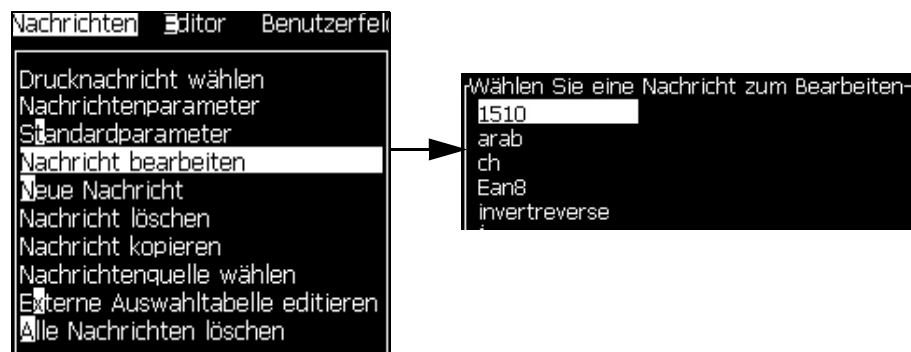

Abbildung 5-37: Option Edit Message (Nachricht bearbeiten)
- 2 Wählen Sie *Edit Message (Nachricht bearbeiten)*. Das Dialogfeld *Select Message To Edit (Wählen Sie eine Nachricht zum Bearbeiten)* erscheint. Siehe Abbildung 5-37.